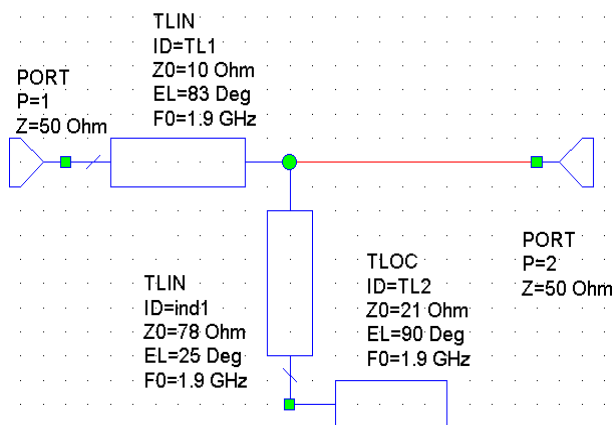

Рис. 4.16
3. Щёлкните левой кнопкой мышки по файлу **input math** и нажмите кнопку **Открыть**. На рабочем поле будет отображена схема, показанная на рис. 4.16.